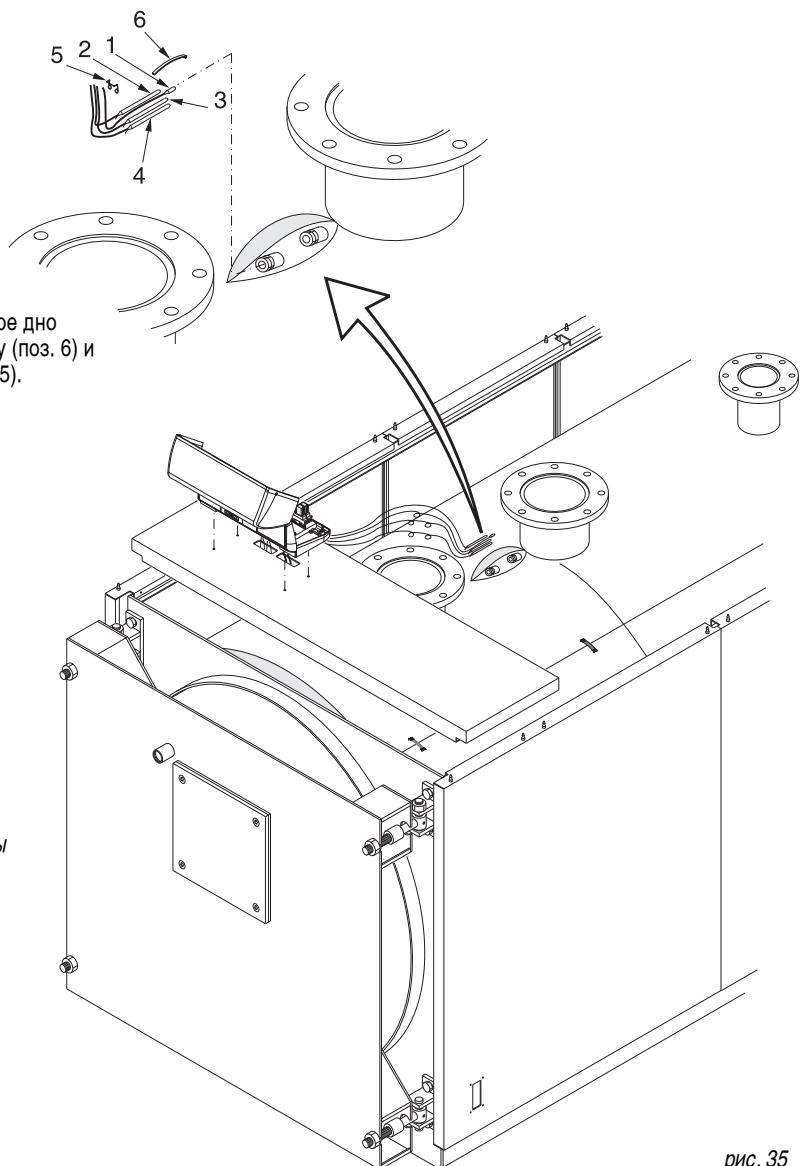

рис. 35
- F) Вставить датчики приборов в манжеты, как показано на рис. 35 и подключить пульт управления к электропитанию, к горелке, насосам, и т.д. Закрыть крышку панели управления. Провести кабель горелки через боковую панель (поз. 5) со стороны, удобной для подключения и зафиксировать кабель при помощи прилагаемого хомута.
Произведите установку датчиков в погружную гильзу, расположенную в верхней части котла (см. рис. 35) в следующей последовательности: датчик температуры (поз. 1), термостат рабочей температуры (поз. 2), предохранительный термостат (поз. 3), термостат минимальной температуры (поз. 4). Для улучшения контакта с котлом, рекомендуется опустить датчики на самое дно погружной гильзы. Далее установите дугообразную пружину (поз. 6) и зафиксируйте провода датчиков при помощи пружины (поз. 5).